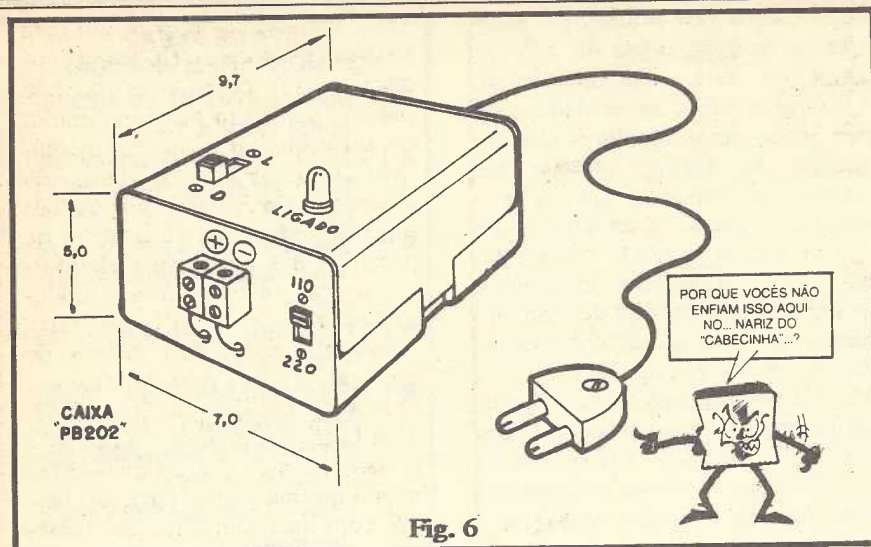

Fig. 6
- **FIG. 6** - Sugestão para o "encaixamento" da FONTE DE ALIMENTAÇÃO, usando o **container** indicado no item DIVERSOS/OPCIONAIS da LISTA DE PEÇAS. O arranjo mostrado é apenas um dos "modelos" possíveis, podendo os controles, indicadores, entradas e saídas serem